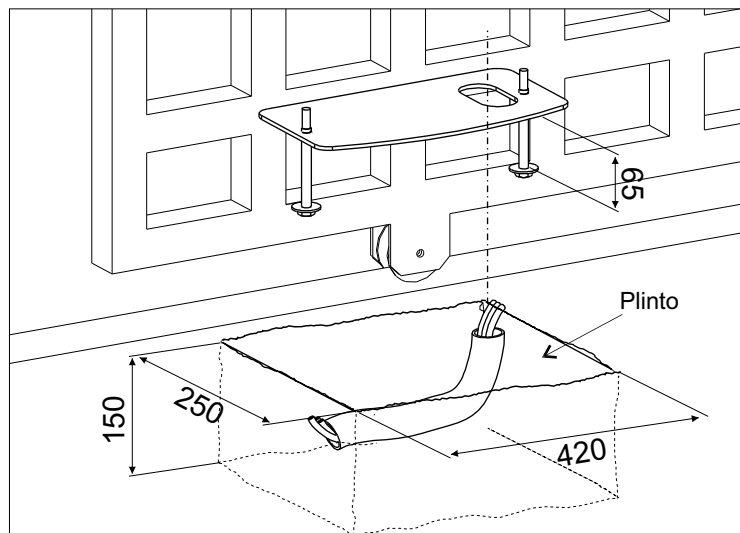

Fig. 1
**2.1.** Disponer en base a las medidas que estan en la Fig. 1 una plataforma de cemento al interno en la cual sera pegada la placa de fundacion y las tuercas de fundacion.